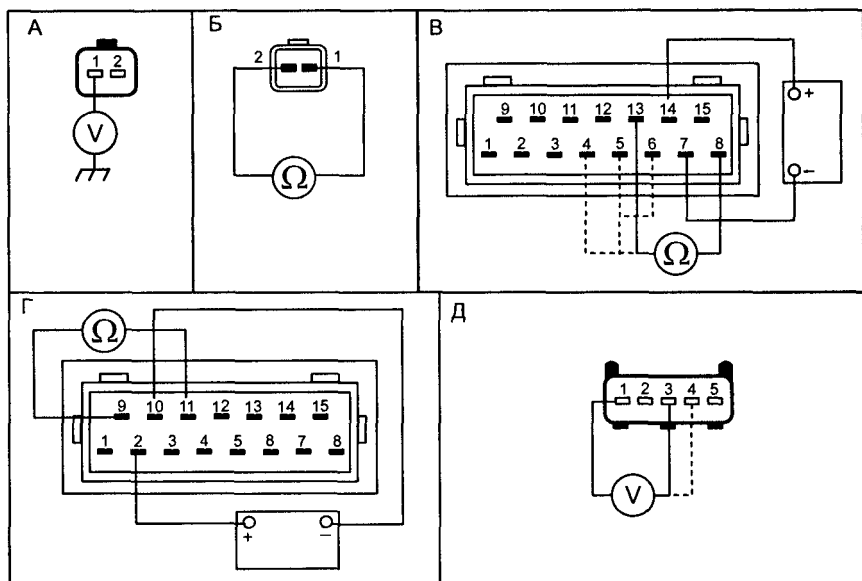

Рис. 1.3.10. Контроль выпуска ОГ и система обеспечения ЭСУД
- отключают разъем клапана EGR и, при включенном зажигании, проверяют наличие напряжения 12 В на контакте 1 разъема жгута клапана (см. рис. 1.3.10а), если этого нет — проверяют замок зажигания, предохранитель F7, главное реле питания A171, и соответствующие соединения;
- измеряют сопротивление обмотки соленоида клапана EGR между контактами 1 и 2 разъема клапана, его величина должна быть в пределах 23...33 Ом (см. рис. 1.3.10б).
- извлекают главное реле питания ЭСУД (A171) из разъема, собирают диагностическую схему (см. рис. 1.3.10в) и проверяют его срабатывание в соответствии с табл. 1.3.8;
- собирают диагностическую схему (см. рис. 1.3.10г) и проверяют срабатывание главного реле питания ЭСУД (A171) в соответствии с табл. 1.3.9;
- извлекают блок управления свечами накаливания (A104) из разъема и проверяют наличие напряжений на контактах колодки в соответствии с табл. 1.3.10 (см. рис. 1.3.10д). Если питания нет — проверяют замок зажигания, предохранитель F7, главное реле питания A171, и соответствующие соединения;